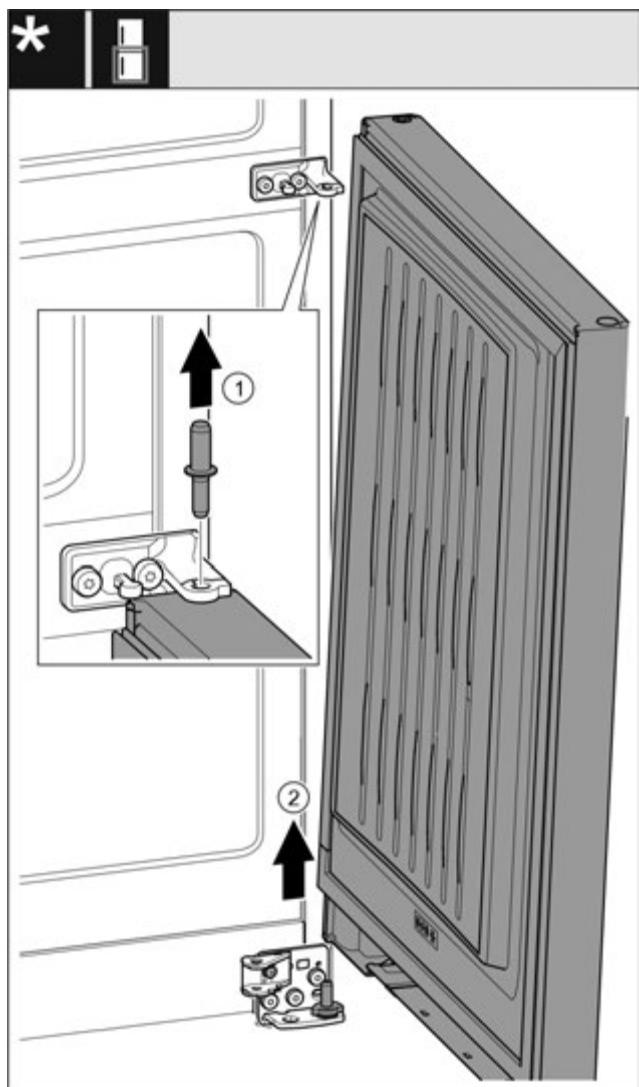

Fig. 23\*
- Витягніть гвинт догори. Fig. 23 (1)\*
- Відкрийте дверцята, зніміть рухом вгору та відкладіть убік. Fig. 23 (2)\*